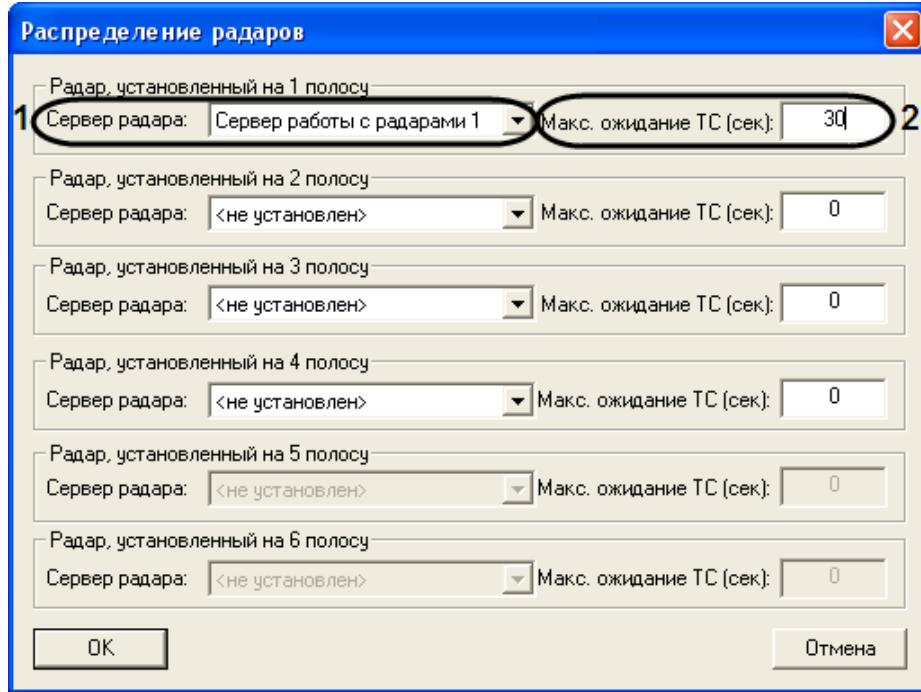

Рис. 7.4—16. Настройка совместной работы программных модулей «Детектор транспорта» и «Радар»
- 3.1. Выбрать Сервер работы с радарами из списка «Сервер радара». В данном списке требуется выбрать объект «Сервер работы с радарами», который соответствует устройству «Радар», направленному на полосу дорожного движения, по которой требуется определять скорость движения транспортных средств (см. Рис. 7.4—16, 1).